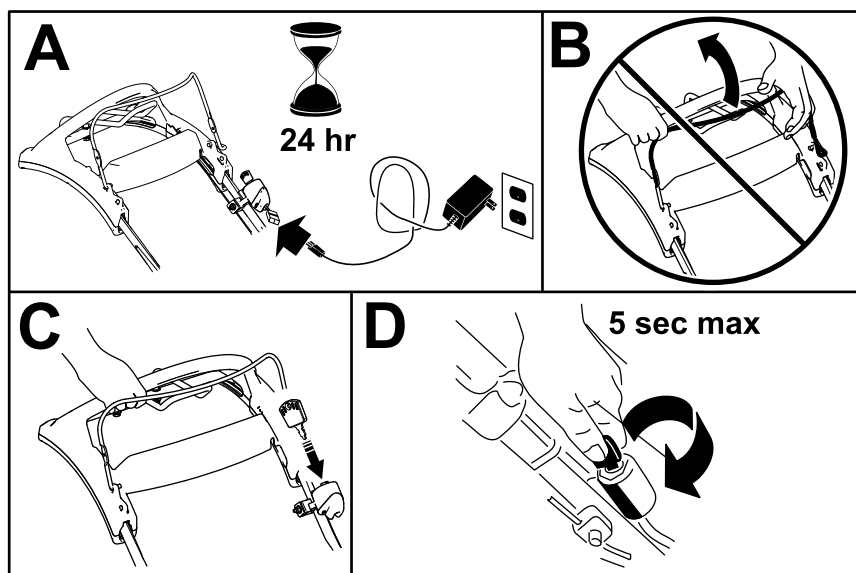

Figure 15
1. Chargez la batterie pendant 24 heures avant d'utiliser la machine pour la première fois (A de Figure 15).
Important: N'essayez pas de démarrer le moteur alors que la barre de commande des lames est engagée, au risque de faire griller le fusible (B de Figure 15).
2. Introduisez la clé dans le commutateur d'allumage (C de Figure 15).
3. Tournez et maintenez la clé de contact en position démarrage et relâchez-la lorsque le moteur démarre (D de Figure 15).